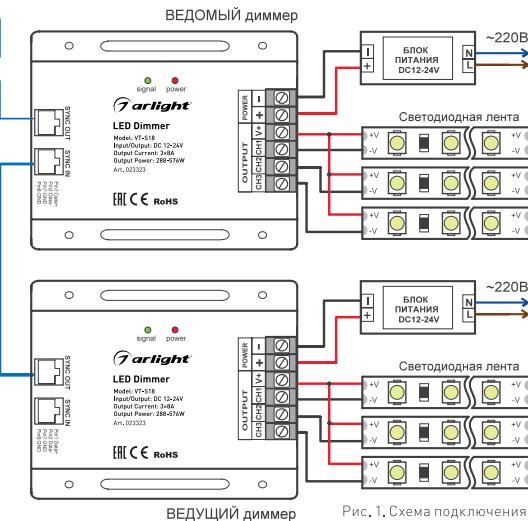

Рис. 1. Схема подключения.
- 3.4. Подключите светодиодную ленту или другой светоизлучающий источник света к выходам OUTPUT диммера, соблюдая полярность, как показано на Рис. 1. Все три выхода диммера управляются синхронно.